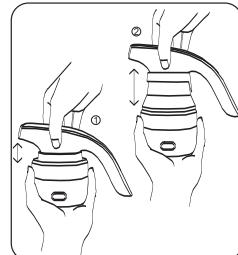

рис.1
6.1.1 Перед наполнением контейнера водой убедитесь в том, что электроприбор отключен от электросети. Чтобы разложить контейнер, потяните корпус отпаривателя вверх (рис.1).